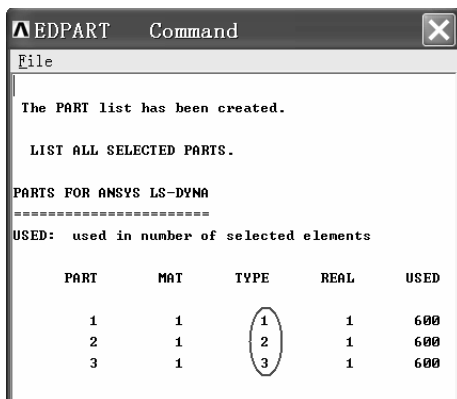

图 4-78 “EDPART Command” 窗口
(2) 保持“Parts Data Written for LS-DYNA”窗口的默认设置不变, 单击该窗口中的“OK”按钮, 弹出“EDPART Command”窗口(见图 4-78)。窗口中显示模型共生成了 3 个 Part。其中 Part1 为甲球; Part2 为乙球; Part3 为丙球。这些 Part 中的单元唯一不同之处是: 它们的单元类型号(即“TYPE”)不同。
(3) 单击“EDPART Command”窗口右上角的叉号关闭该窗口。